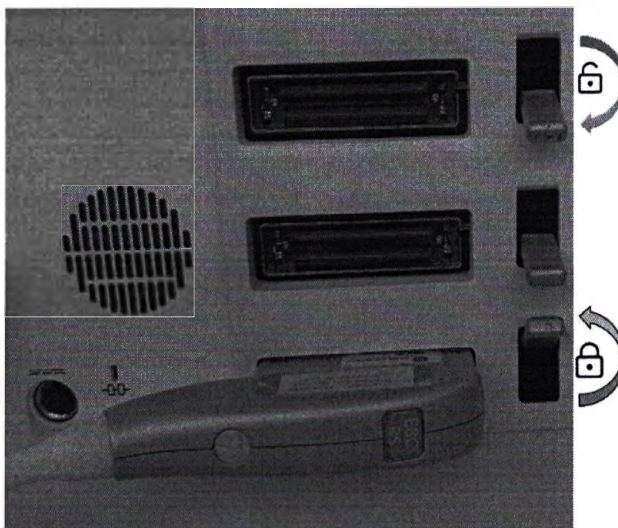

Рис. 3-39. Разблокировка фиксаторов датчиков
1. Потяните рычажок фиксатора вниз, чтобы разблокировать его (Рис. 3-39):